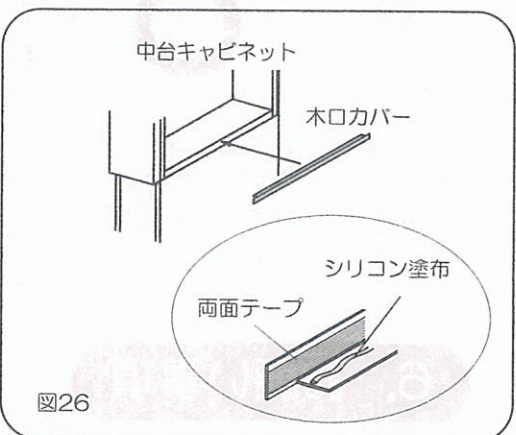

図26
3) 木口カバー裏面にシリコンを塗布し、両面テープで中台キャビネットの木口に貼付けてください。はみ出したシリコンはきれいにふき取ってください。(図26)
4) 棚板を設置してください。(4ページ(3) 参照)